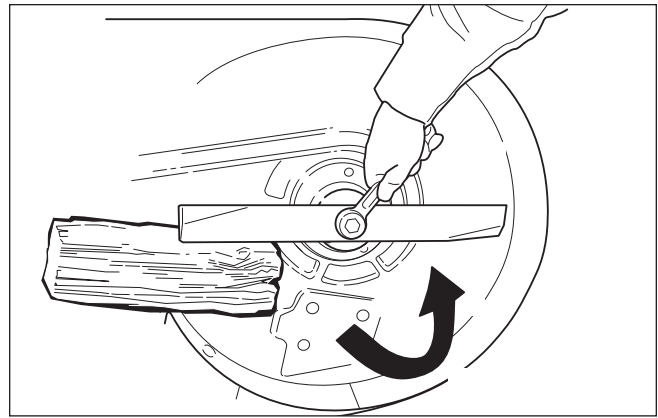

Figura 12. Aflojamiento de las cuchillas del cortacésped para el retiro
1. Vea Figura 12. Para retirar las cuchillas del cortador, posición un bloque de madera entre las cuchillas del cortador y el alojamiento de la plataforma del cortador para evitar que giren las cuchillas del cortador, y retirar las cuchillas del cortador y hardware de retención de la cuchilla cortadora